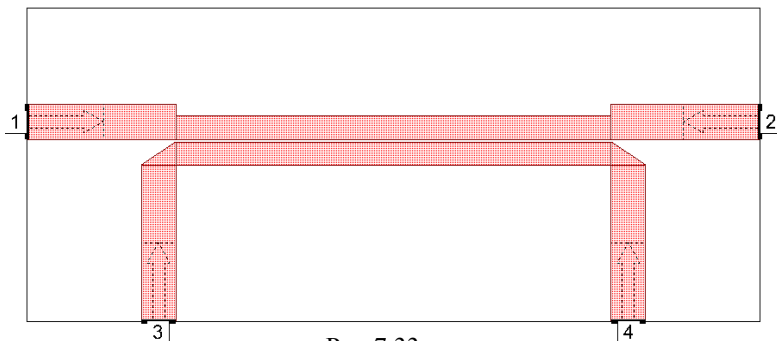

Рис. 7.33
- Выделите всю топологию, щёлкните по любому выделенному проводнику правой кнопкой мышки и выберите **Shape Properties**. В поле **Material** введите **1/2oz Cu** и нажмите **OK**. Структура будет выглядеть, как показано на рис. 7.33.